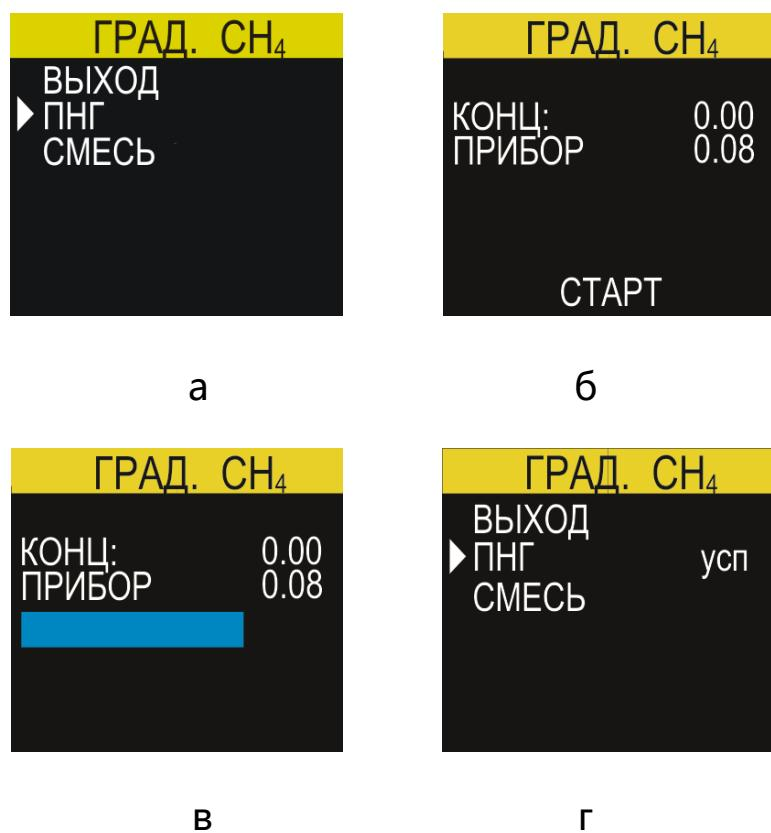

Рисунок 17. Меню градуировки метана. Выставление "нуля"
Для чего выбрать в меню градуировки строку "ПНГ" и нажать кнопку "OK" (рис.17а). На дисплее отобразится содержание метана в ПНГ-азот ("КОНЦ.") и текущие показания прибора по каналу метана ("ПРИБОР") - см.рис.17б.
3.1.6 Начать подачу ПНГ-азот через насадку прибора и нажать кнопку "OK" для начала градуировки. Расход ПНГ-азот необходимо контролировать ротаметром в пределах $0,5 \pm 0,2$ л/мин. Подавать ПНГ-азот необходимо в течение времени, равному утроенному значению $t_{0,9}$ для выбранного газа (для метана - 90 сек, для остальных газов - 180 сек) до тех пор, пока не исчезнет полоса загрузки (рис.17в), а дисплей не вернется на первый этап градуировки (рис.17г).